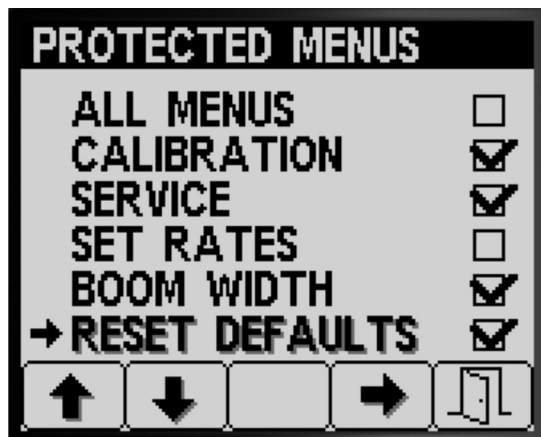

Figura 22
3. Pulse el botón 1 o el botón 2 para desplazarse a la opción de menú para la que desea modificar la protección mediante código PIN (Figura 22).
4. Pulse el botón 4 para seleccionar la opción de menú (Figura 22).